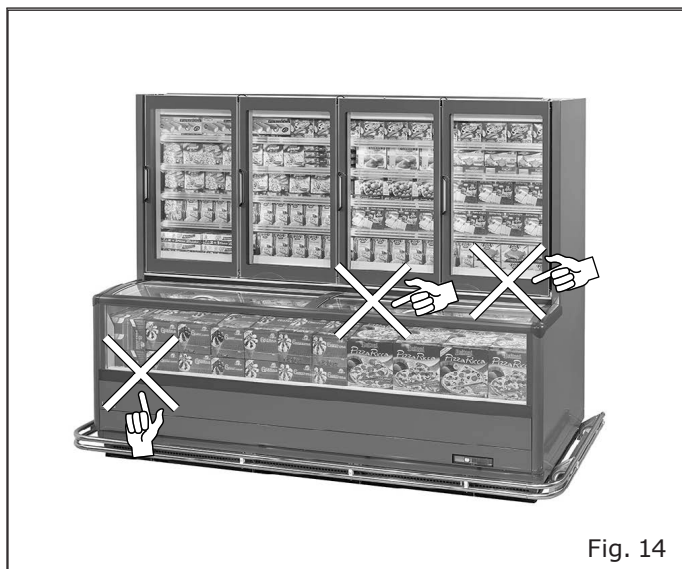

Fig. 14
- La mercancía no obstruya el correcto flujo de aire refrigerado ("Fig. 14").